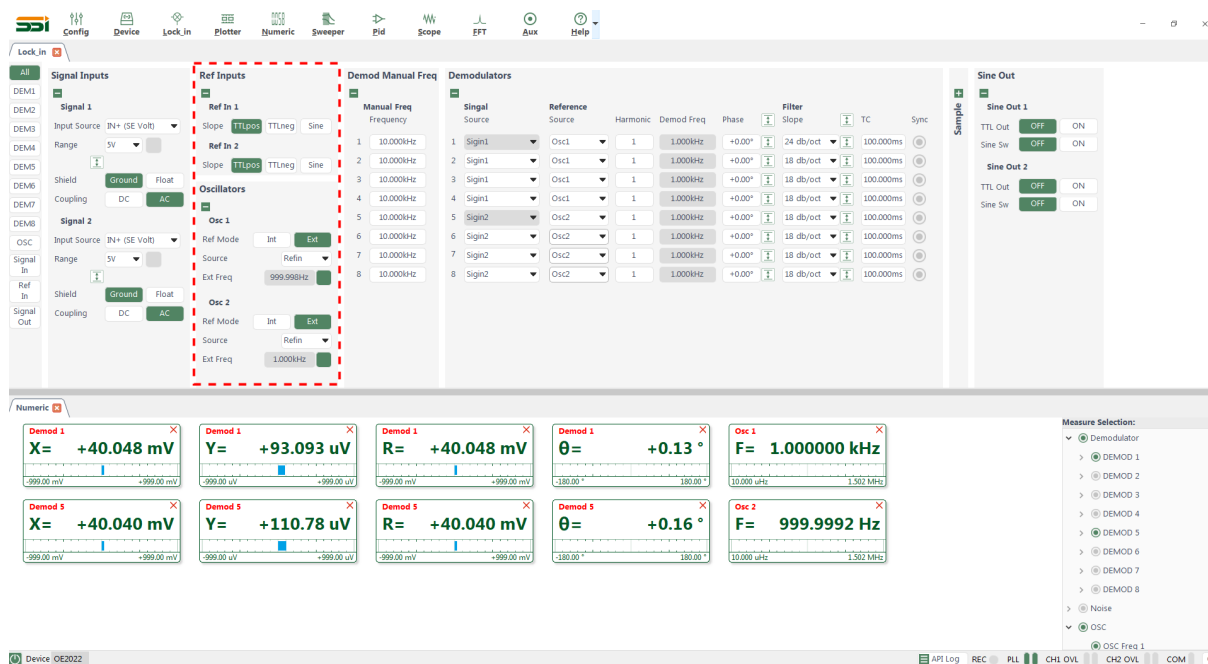
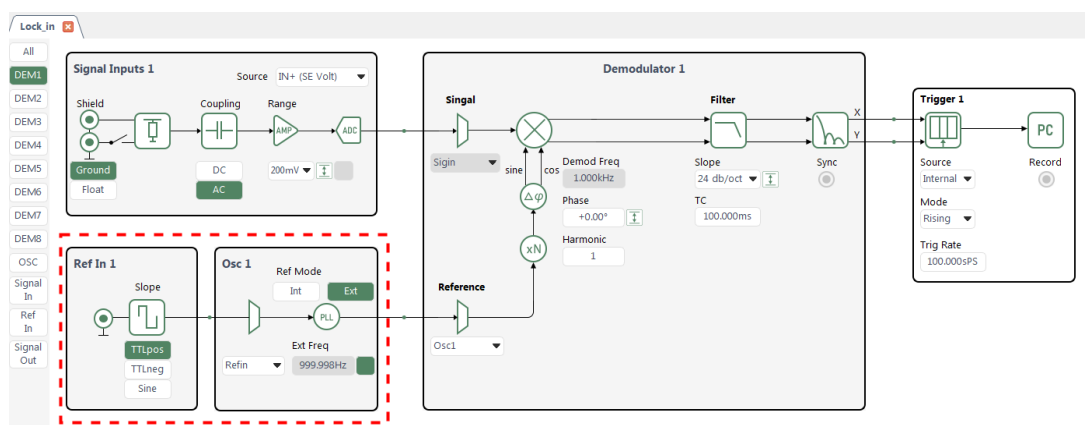

图 33. 参考信号配置图
图 34. 流程框图的参考信号配置区域
2. 根据表4配置,在参考信号配置区域选择参考信号源类型、外部参考,其它选项默认,如图33和图34所示,选择其中一种方式进行修改。